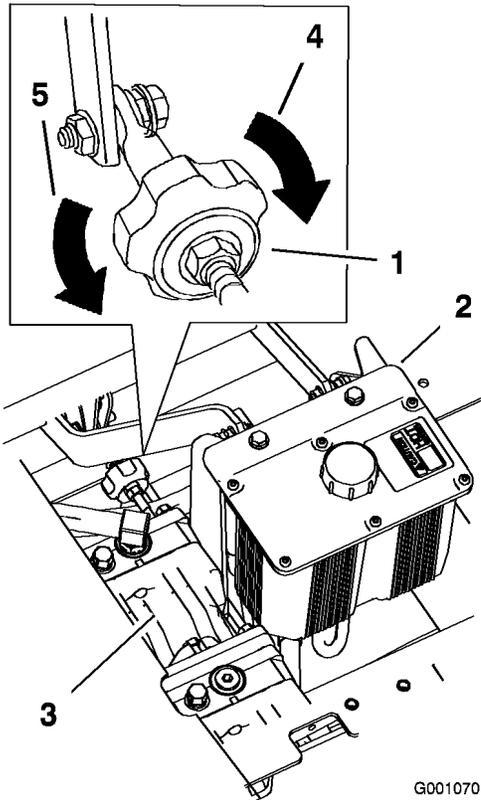

Figure 70
2. Réglez la longueur de la tige de pompe en tournant le bouton dans le sens voulu, jusqu'à ce que la roue soit immobilisée ou tourne légèrement en arrière (Figure 70).